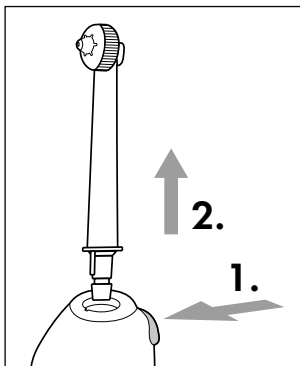

Abb.3
- ◆ Zum Abnehmen der Aufsteckdüse **2** drücken Sie den Entriegelungsknopf **10** am Handteil **4** und ziehen Sie dann die Aufsteckdüse **2** vom Handteil **4** ab (siehe Abb. 3).